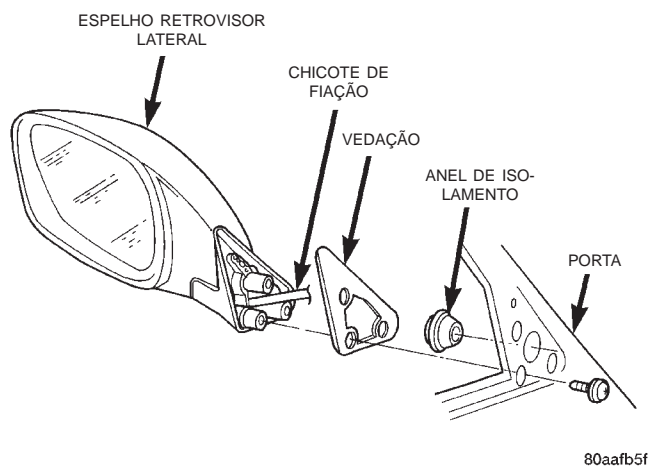

Fig. 16 Espelho Retrovisor Lateral
- (1) Remova o painel de acabamento da porta.
- (2) Remova o parafuso que prende a capa de acabamento do espelho e a grade do alto-falante ao painel interno da porta.
- (3) Remova a presilha de pressão que prende a capa de acabamento ao painel interno da porta (use a ferramenta especial C-4829).
- (4) Desligue o conector da fiação do espelho elétrico, se equipado.
- (5) Remova os parafusos que prendem o espelho à porta (Fig. 16).
- (6) Separe o espelho da porta.